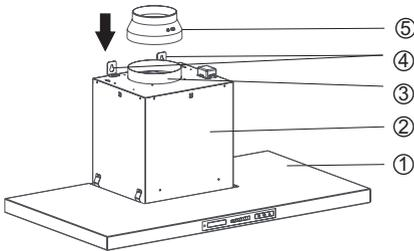

Abb. 3: Abluftstutzen-Teile
- Montagewinkel $\textcircled{4}$ von oben, links und rechts an der Motorbox mit den M5-Schrauben anschrauben (\rightleftarrows Abb. 3).
- Zum horizontalen Ausrichten Schrauben der Montagewinkel $\textcircled{4}$ (\rightleftarrows Abb. 3) einzeln leicht lösen, bis die Dunstabzugshaube in der Waagerechten hängt.